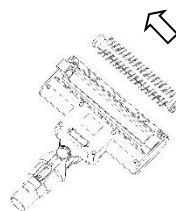

Рис.20
2. Снимите щетину с щетки (не моется). (рис. 20)